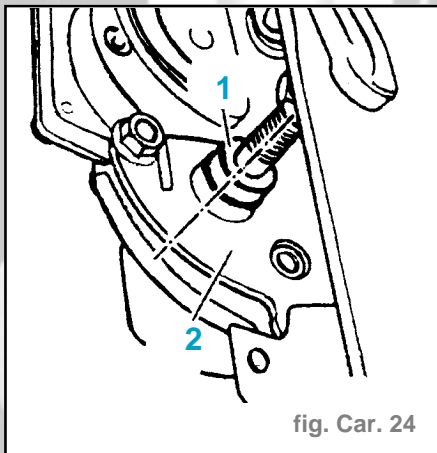

fig. Car. 24
- Veiller lors de la fermeture de l'encadrement de lunette arrière à ce que le tourillon de verrouillage (1) soit parfaitement centré dans la partie inférieure de la serrure (2) ( fig. Car. 24).